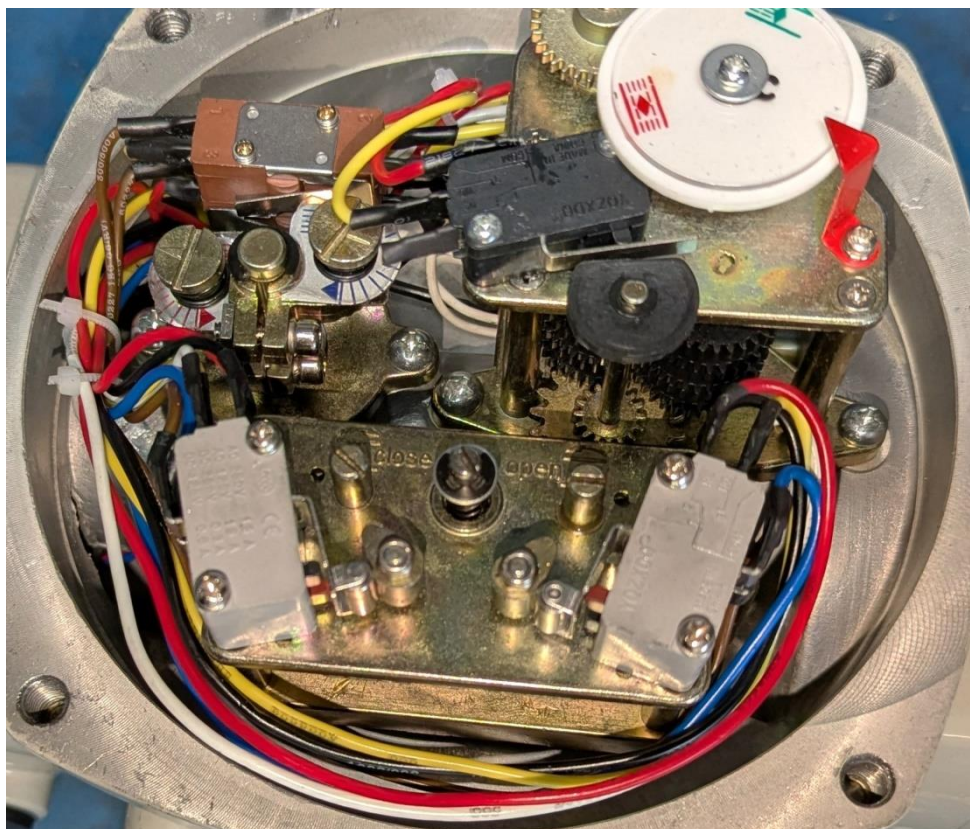
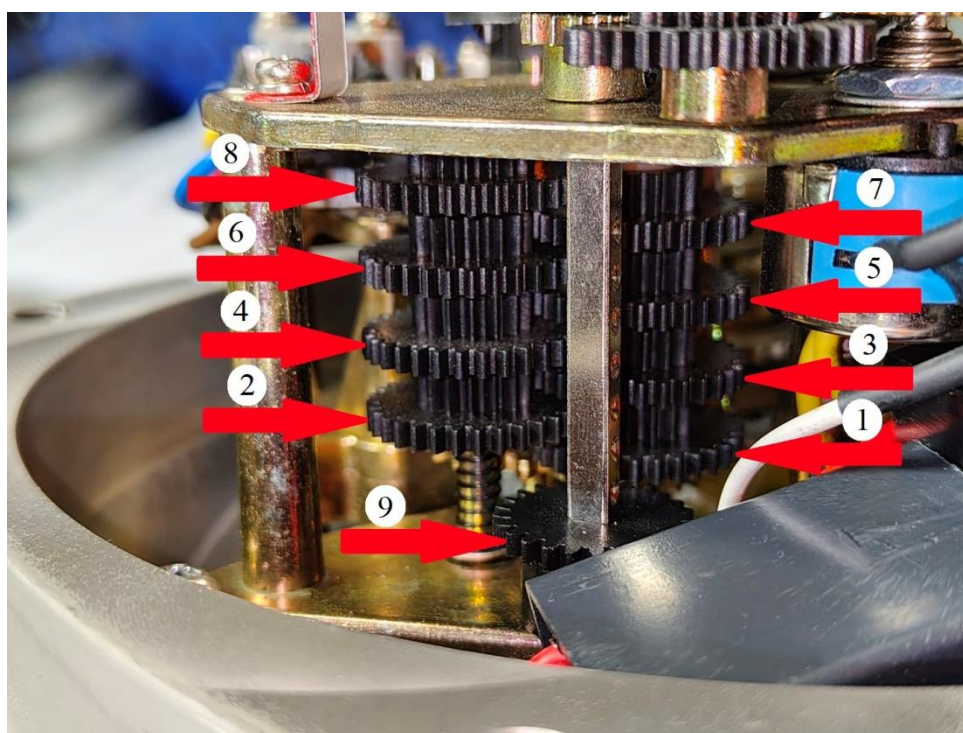

Рисунок 6. Электропривод с открытой крышкой
Рисунок 7. Устройство счетчика (понижающего редуктора)
2.6.4. Механизм счетчика (понижающего редуктора) установлен под механическим указателем положения (рис.6). Настройка счетчика выполняется следующим образом – используя плоскую отвертку переместить настроечную шестерню 9 (рис.7) вдоль вала и ввести ее в зацепление с шестерней необходимой ступени 1-8.